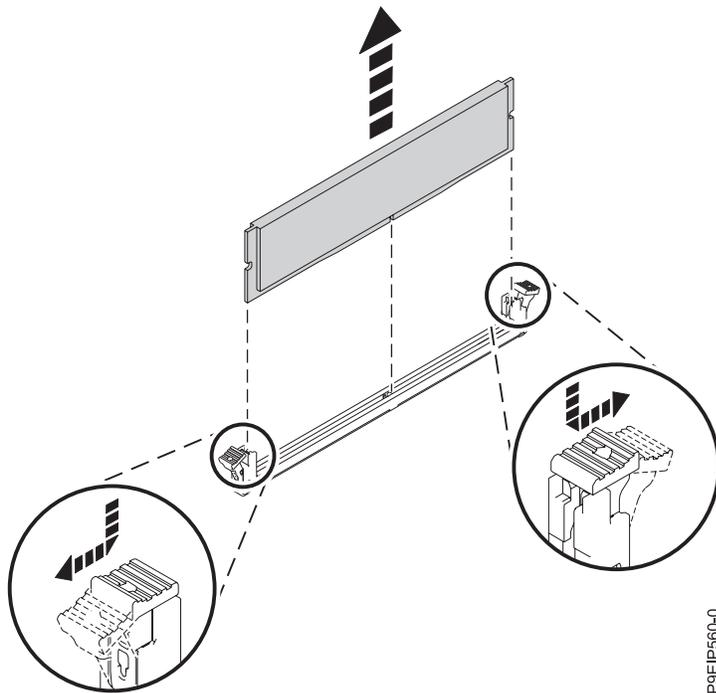

図 19. メモリー DIMM の取り外し
- b. 両方のロックング・タブを同時にメモリー DIMM の外側 (図 19 に示す方向) に押して、メモリー DIMM をアンロックします。必ず、両方のタブを同時にアンロックしてください。タブを開くと、レバーの働きでメモリー DIMM がスロットから押し出されます。